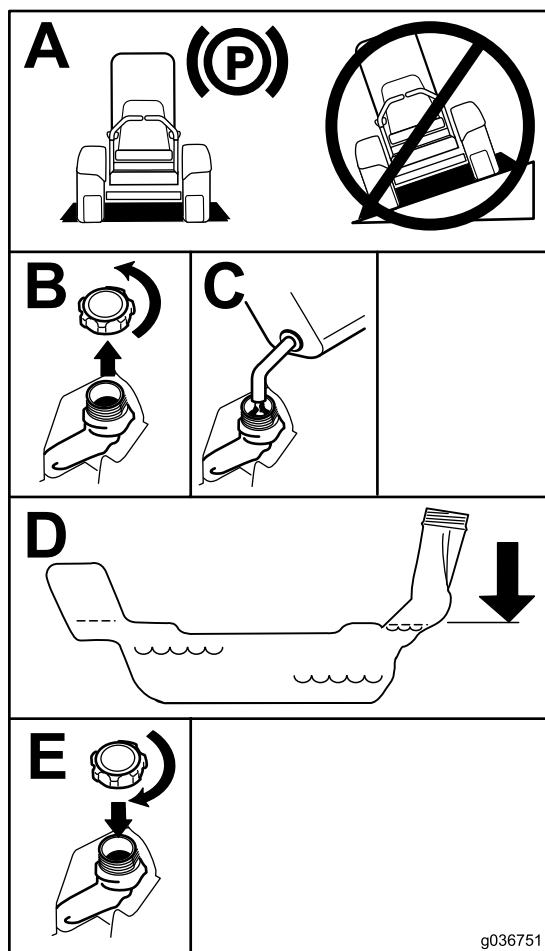

Figura 7
5. Remplissez le réservoir de carburant jusqu'au bas du goulot de remplissage (Figura 7).